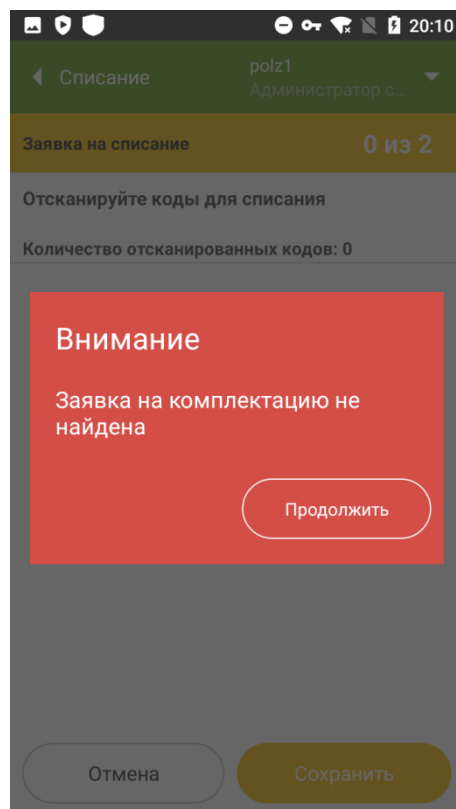

Рисунок 17.13
- 2.1.2. Если отсканированный код не найден в комплектации, указанной при формировании сопроводительного документа, появится системное предупреждение «Заявка на комплектацию не найдена» (Рисунок 17.13). Нажать «Продолжить». Перейти на шаг 2.1.
- 2.1.4. Если в сопроводительном документе не была указана комплектация, появится системное предупреждение «Заявка на комплектацию не найдена» (Рисунок 17.13). Нажать «Продолжить». Отсканированный код будет добавлен в список.
- 3.4. Отсканировать коды маркировки (п. 1.5), которые следует списать. Появится системное сообщение «Заявка на комплектацию не найдена» (аналогично Рисунок 17.13). Нажать «Продолжить».